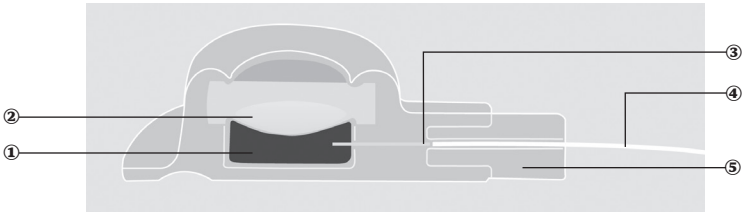

Bild 1: Implanterbar venport.
Den implanterbara venporten består av en portkammare ①, ett membran ② och ett utloppsrör ③ till vilket en kateter ④ fixeras med hjälp av en radiopak klickkoppling ⑤. Se bild 1: Implanterbar venport.